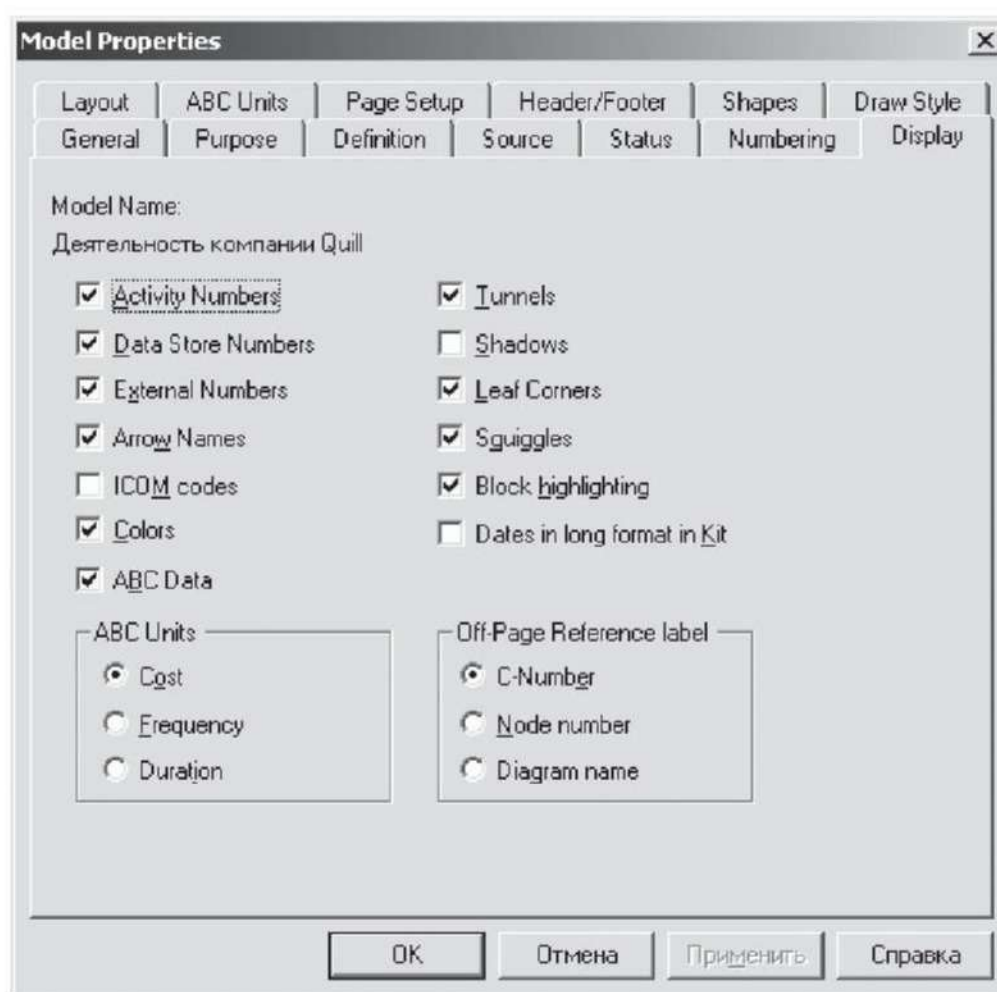

Рис. 9.2. Вкладка Display диалога Model Properties
3. Для отображения стоимости каждой работы в нижнем левом углу прямоугольника перейдите в меню Model/Model Properties и во вкладке Display диалога Model Properties включите опцию ABC Data (рис. 9.2).